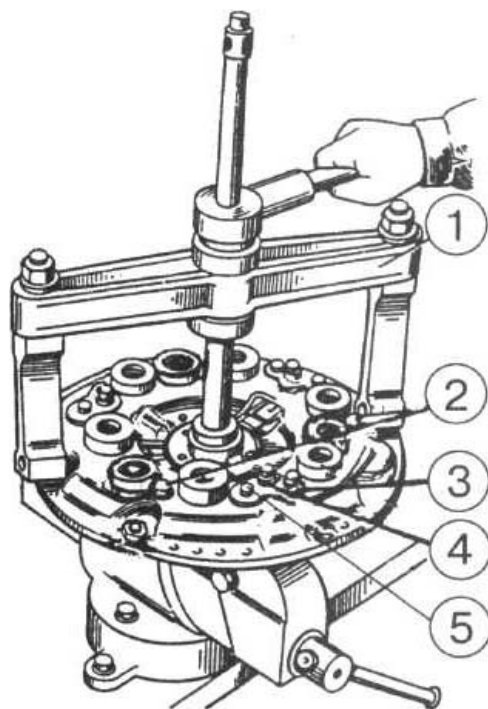

Рисунок 4.15
ж) установите на диски в сборе нажимное приспособление 1 (рисунок 4.15);
- з) выверните технологические болты 2 (рисунок 4.15) (M12x40);